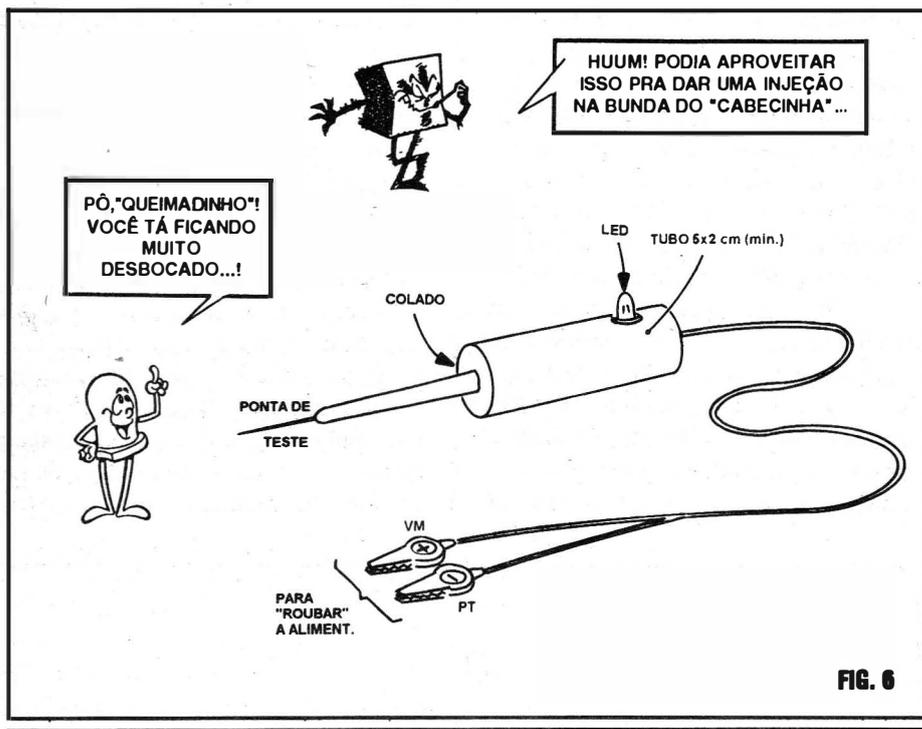

FIG. 6
- **FIG. 6 - SUGESTÃO PARA O ACABAMENTO** - Usando o *container* cilíndrico recomendado no item DIVERSOS/OPCIONAIS da LISTA DE PEÇAS, o encapsulamento e acabamento final do circuito poderá seguir a sugestão mostrada, resultando num instrumento prático, fácil de usar, elegante na sua forma... Notar a posição recomendada para o LED e respectiva furação na caixa tubular... Observar ainda que a ponta de prova deve ser colada à extremidade circular frontal da caixinha cilíndrica, enquanto que o par de cabos longos de alimentação (às garras “jacaré”...) devem sair de um furo feito no outro extremo da caixinha... Com um mínimo de trabalho e de “capricho”, o Leitor/Alu-